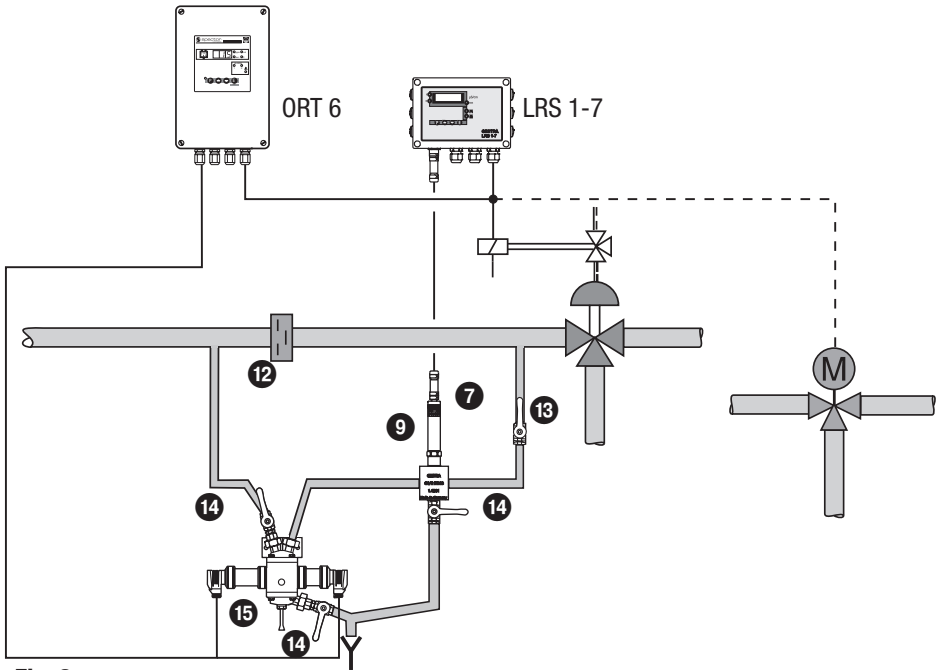

Fig. 8
- El electrodo de conductividad y el transductor de medición ORG 12 / 22 se instalan en un bypass, que se encuentra más bajo que la tubería principal, para alejar de los aparatos las burbujas de gas y la evaporización ulterior. Tener en cuenta también el manual de instrucciones OR 52-5 / OR 52-6. **Fig. 8**